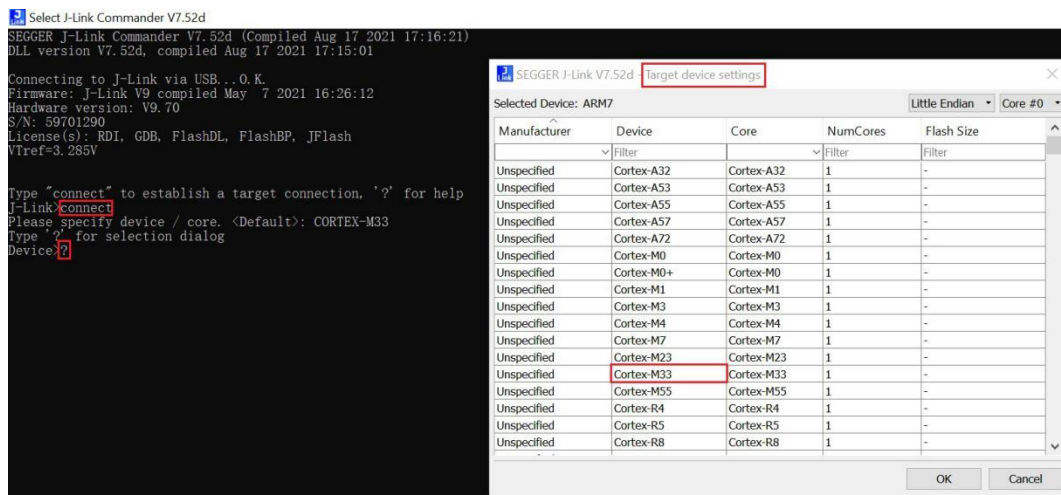

图12. 建立调试连接并执行器件设置
- 输入**?**，弹出**目标器件设置**对话框，如图12所示。选择**Cortex-M33**。